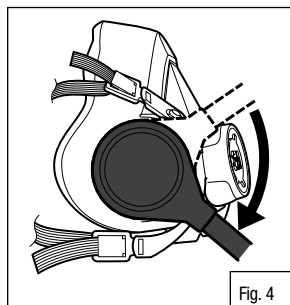

Fig. 4
2. Tourner de un quart de tour les deux extrémités du tuyau de respiration dans le sens des aiguilles d'une montre jusqu'à ce qu'elles s'enclenchent fermement dans les raccords de verrouillage et ne puissent plus tourner. Ne pas trop tourner, car le raccord de verrouillage peut s'endommager. (Fig. 4 et 5)